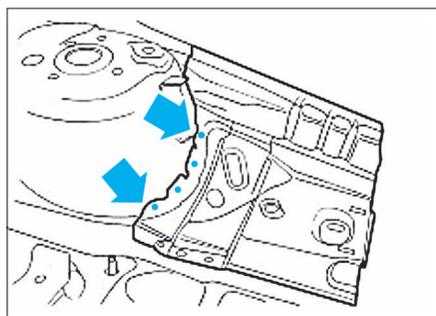

FIG. 17
- Dépointer les points de soudure (Fig.17) de la partie avant de passage de roue.